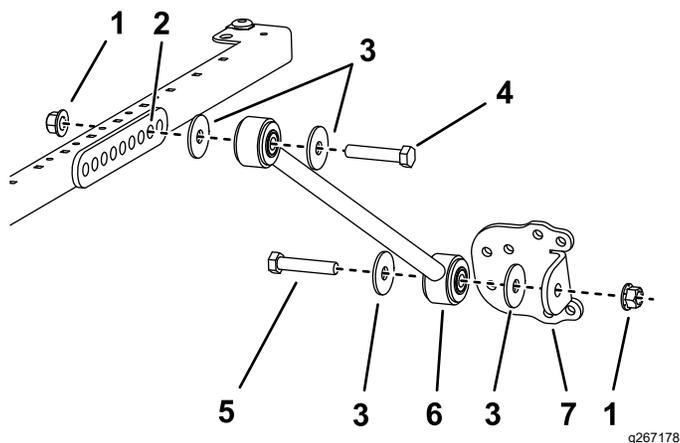

Figura 31
- Per i modelli 30446, 30446N, 30447 e 30447N, su ciascun lato del telaio del parasole montate, senza serrarlo, un supporto di ancoraggio sul **secondo** foro della staffa di ancoraggio con un bullone ($\frac{1}{2}$ " x $2\frac{1}{2}$ "), una rondella ($\frac{1}{2}$ ") e un dado flangiato ($\frac{1}{2}$ "), come illustrato nella **Figura 31**.